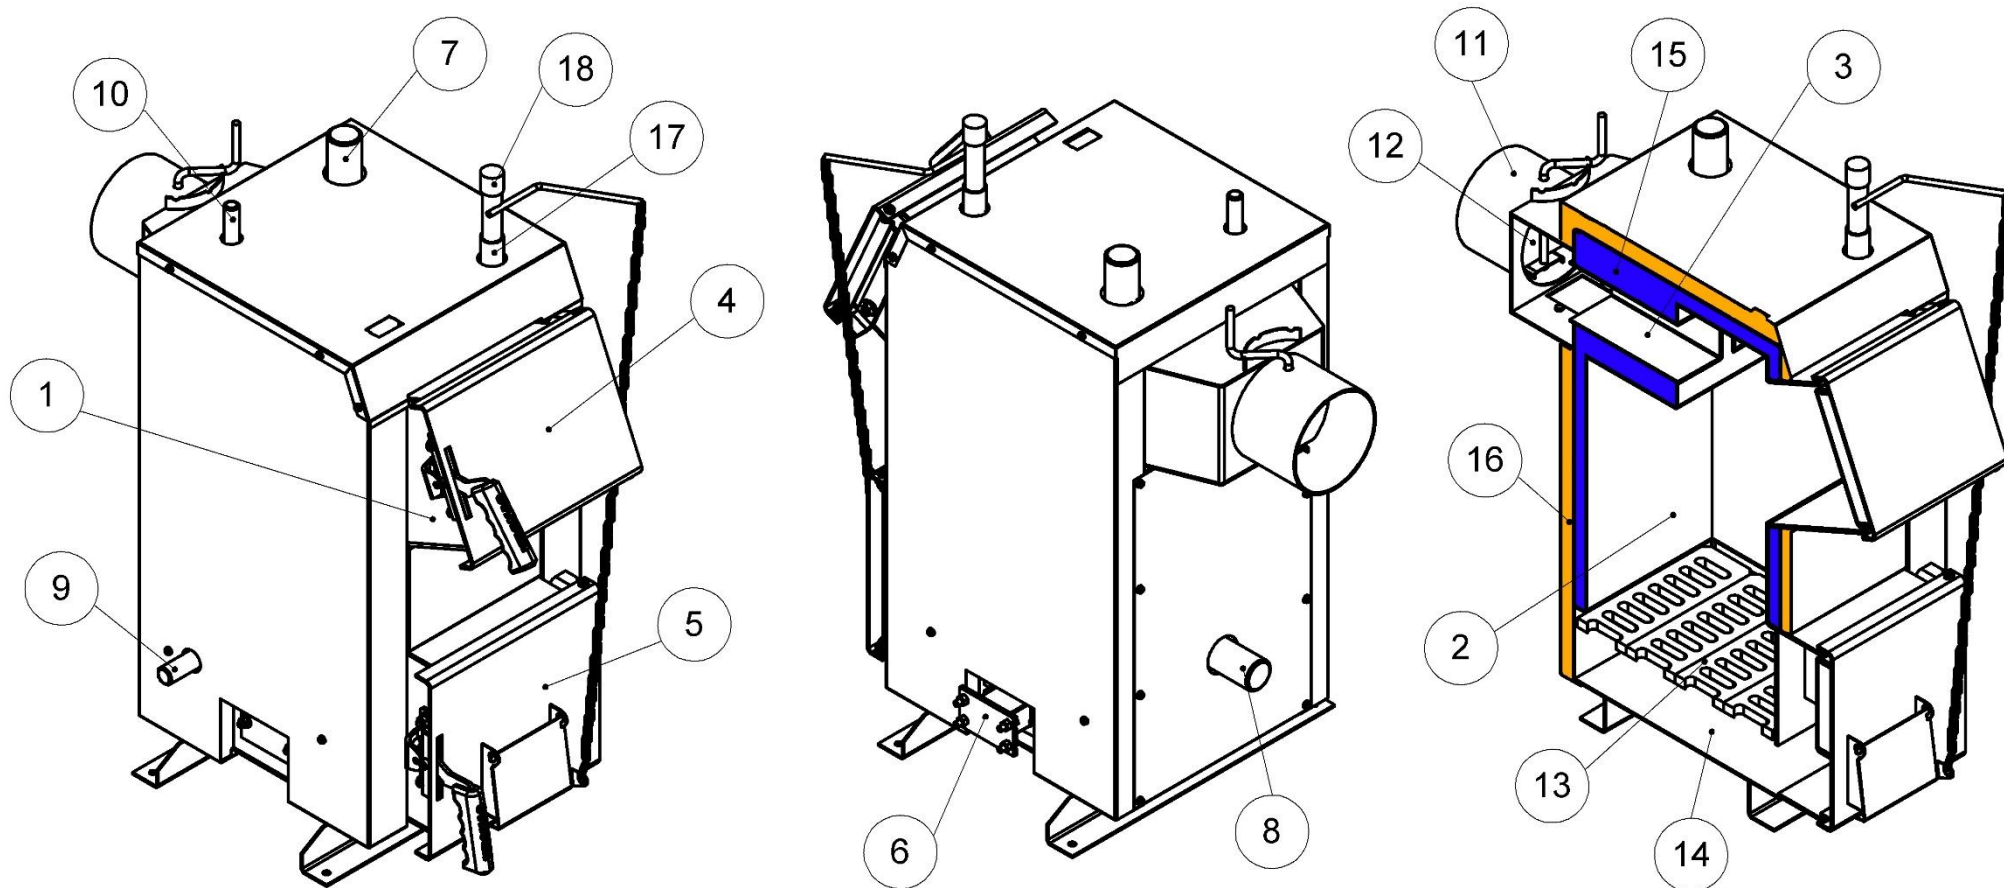

Рисунок 5.1 – Зовнішній вигляд та основні елементи котла (серія Еко)
- у котлі **Еко** – під колосникові ґрати крізь дверцята подачі повітря. Кількість повітря, необхідного для процесу згоряння, регулюється механічним регулятором тяги (поз. 18, рис. 5.1), який шляхом натягу або послаблення ланцюга керує положенням кришки дверцят. **Регулятор тяги не входить до комплекту поставки котла.**
Регулятор тяги (поз. 18, рис. 5.1) необхідно приєднати до патрубку з внутрішньою різьбою, який знаходиться у верхній частині корпусу (рис. 5.1). Різьбове з'єднання при цьому потрібно ущільнити. Регулятор повернути таким чином, щоб наконечник для закріплення шестигранного важеля (з комплекту регулятора) був направлений вправо.